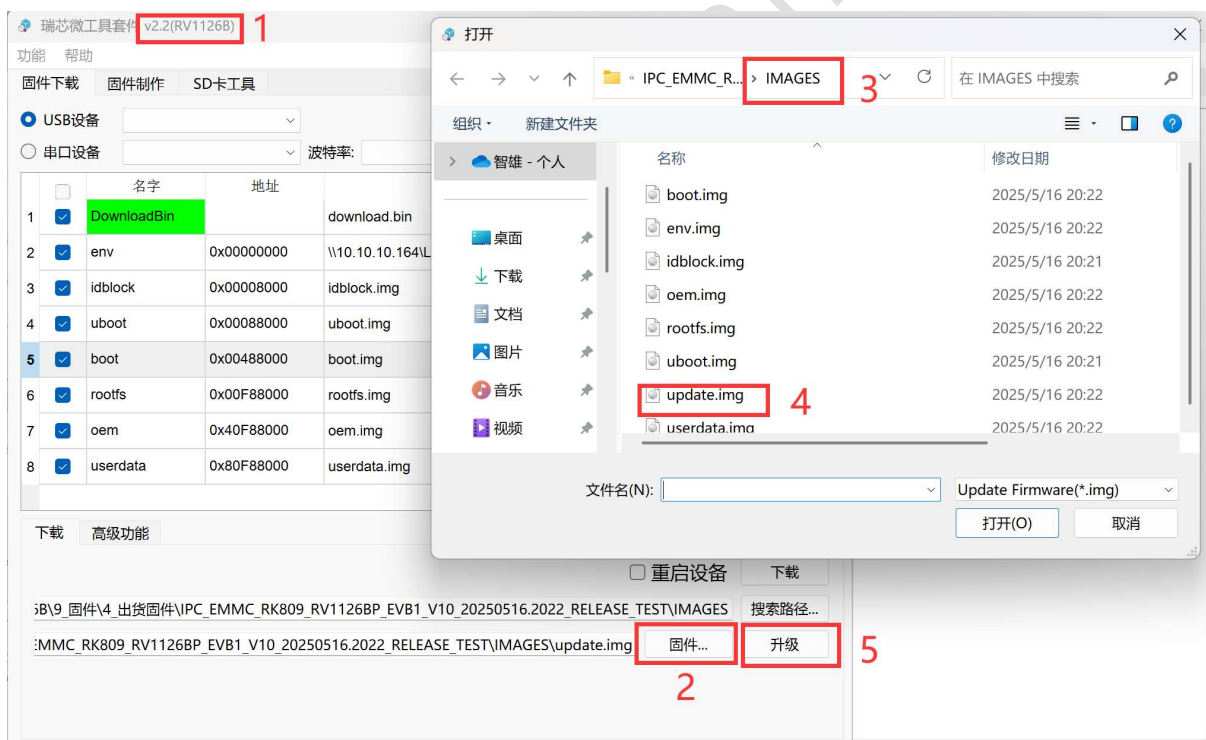

图 4-5 打包固件选择
- ② 打开工具选择 RV1126B，进入界面如图 4-5 选“固件...”---选择打包固件文件夹“IMAGES”---选择 update 文件---点击“升级”按钮